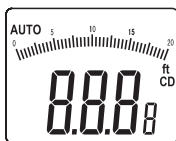

Figura 5-6-2
- Presione el botón “RAN” para cambiar de unidad entre metros y pies (como se muestra en la figura 5-6-2).